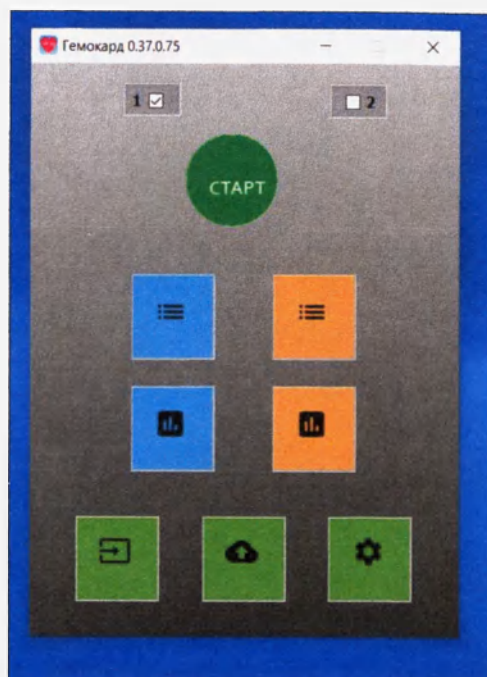

Рис.10. Стартовое окно программы «ГемоКарт» для ПК.
- 2.2.2. Запуск программы «ГемоКард» (рис.10).
Приложение рассчитано на 2х пользователей (на рис.10 выбран Пользователь 1).